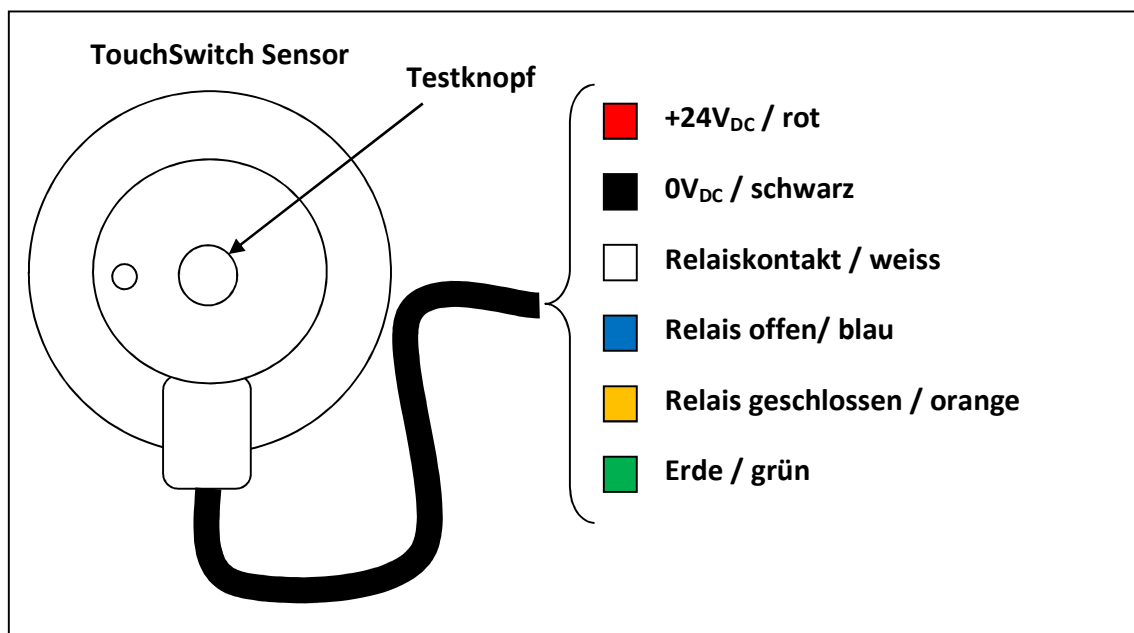

Abbildung 2 – TouchSwitch™ Verkabelung
- 2) Drehen Sie nun den Testknopf langsam im Uhrzeigersinn per Hand, bis die rote LED erlischt (siehe Abbildung 2)